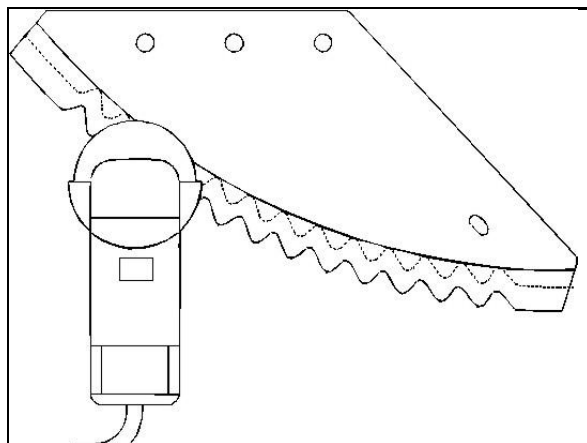

Fig. 260
- Benutzen Sie zum Schleifen der Schneidmesser einen Winkelschleifer mit einer Fächerschleifscheibe (Fig. 260).